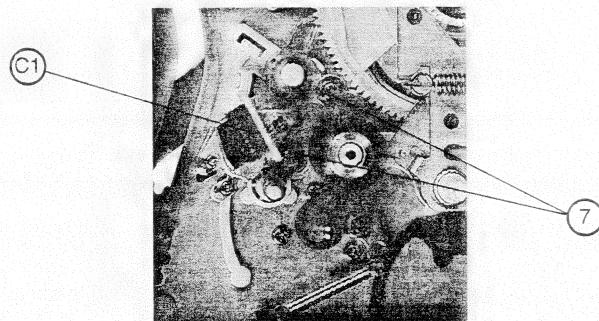

fig. 9
- Die Befestigung (45) der Bandzugbremse anbringen.
- Die Feder (39) wieder anbringen.
- Die Achse (14) in ihren Sitz einsetzen.
- Den gezahnten Hebel (48) einsetzen und dabei den ersten Zahn mit dem Kennzeichen (M1) ausrichten.
3) AUSTAUSCH VON TON-UND KONTROLLKOPF: (Abb. 9)
- Fit attachment (45) of the tape back tension brake.
- Refit spring (39).
- Refit pin (14) in its housing.
- Fit the toothed part (48) by aligning the first tooth with the marking (M1).
3) REPLACEMENT OF THE AUDIO-CONTROL HEAD. (fig. 9)